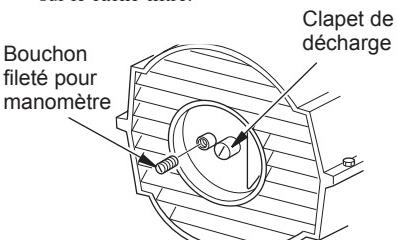

Figure 13 - Dépose du bouchon fileté (Modèles 40/55T/70T seulement)
- Retirez le bouchon fileté qui se trouve sur le cache-filtre (voir Figure 13).